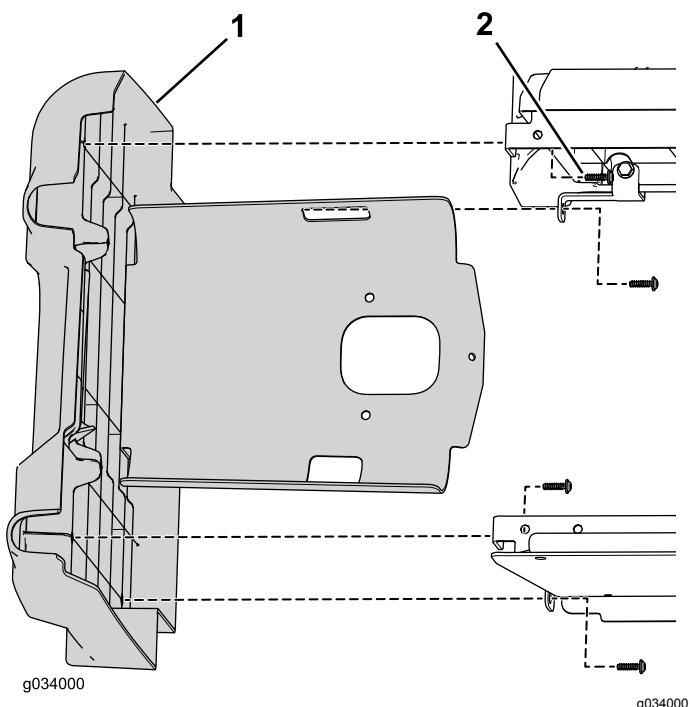

図6
6. 左側パネルを下側座席アセンブリに固定しているねじ4本を外す図6。
- 肥大側パネルを固定する先ほど取り外したねじ4本を使用する図6。